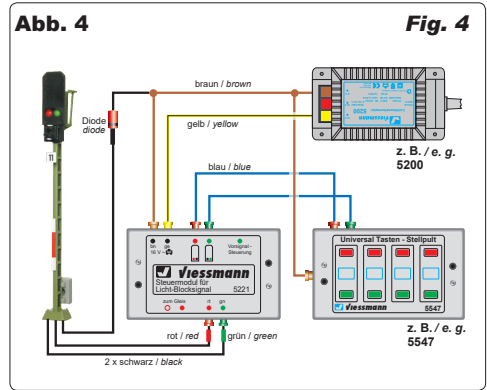

Fig. 4
Wir empfehlen die Verwendung eines Steuermoduls (z. B. Art. 5210 oder 5220 – 5224). Dann verfügt Ihr Signal über weichen Lichtwechsel, Zugbeeinflussung, Vorsignalsteuerung und einige Funktionen mehr (z. B. Abb. 4).
We recommend to use a control module (e. g. item 5210 or 5220 – 5224), which offers more features and flexibility smooth change of the lights, train control, distant-signal control (e. g. fig. 4).